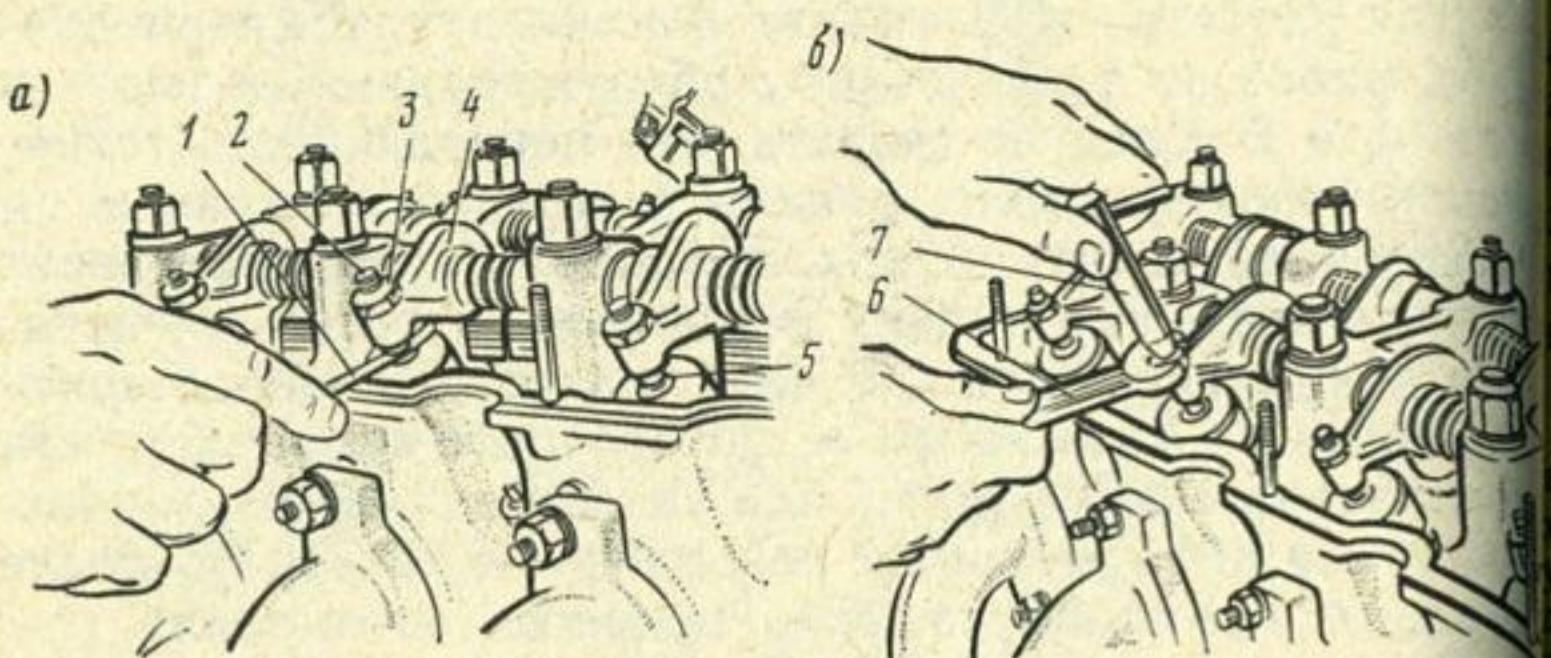

Рис. 5. Проверка и регулировка зазора между торцами наконечников и стержней клапанов:
В обиходе эта операция называется «регулировкой клапанов». Что же конкретно подразумевается под этим? В клапанном механизме между нажимным (регулировочным) болтом 2 (рис. 5, а) коромысла 4 и стержнем клапана имеется наконечник 5. Наконечник не надевается на верхний конец стержня клапана, а касается его торца, удерживаясь на полусферическом окончании нажимного болта коромысла. Наконечники изготавливают из специальной стали и подвергают термообработке, в результате чего они становятся износостойкими, обладают высокой твердостью, предупреждая износ торцов стержней клапанов, имеющих сравнительно небольшую твердость.
3. Проверьте плоским щупом 1 (см. рис. 5) зазор между торцами наконечника 5 и стержня впускного и выпускного клапанов первого цилиндра.